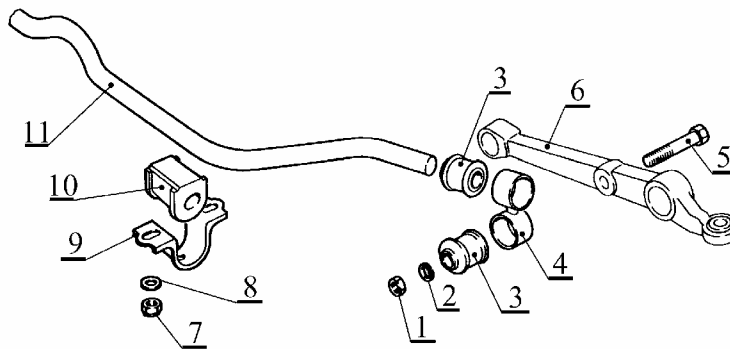

Рис.7. Детали стабилизатора поперечной устойчивости а/м ВА3-11183:
6.1.3 Отвернуть две гайки 1 с шайбами 2, рис.7, извлечь два болта 5 крепления стоек 4 стабилизатора к рычагам 6 передней подвески (ключ гаечный 17 – 2 шт.).